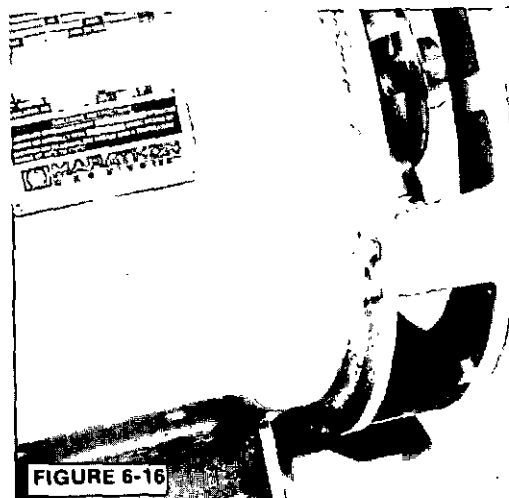

FIGURE 6-16
- 4.a. Pour les alternateurs monopaliers, dévisser les vis fixant la bride SAE sur l'alternateur et déposer la bride (figure 6-16 et 6-17).